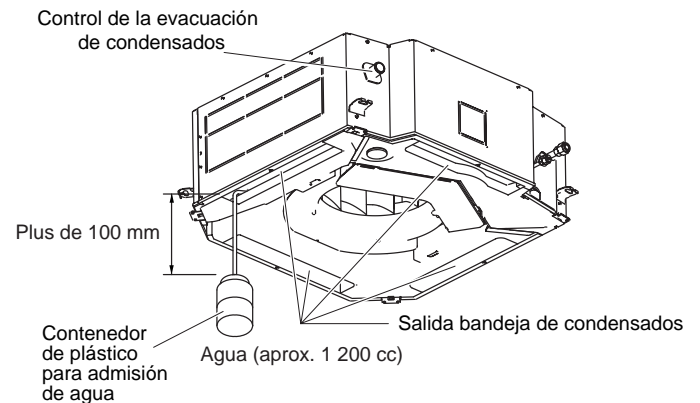

Fig. 3-43
2. Vierta lentamente unos 1 200 cc de agua en la bandeja de condensados para controlar el flujo. (Fig. 3-43)